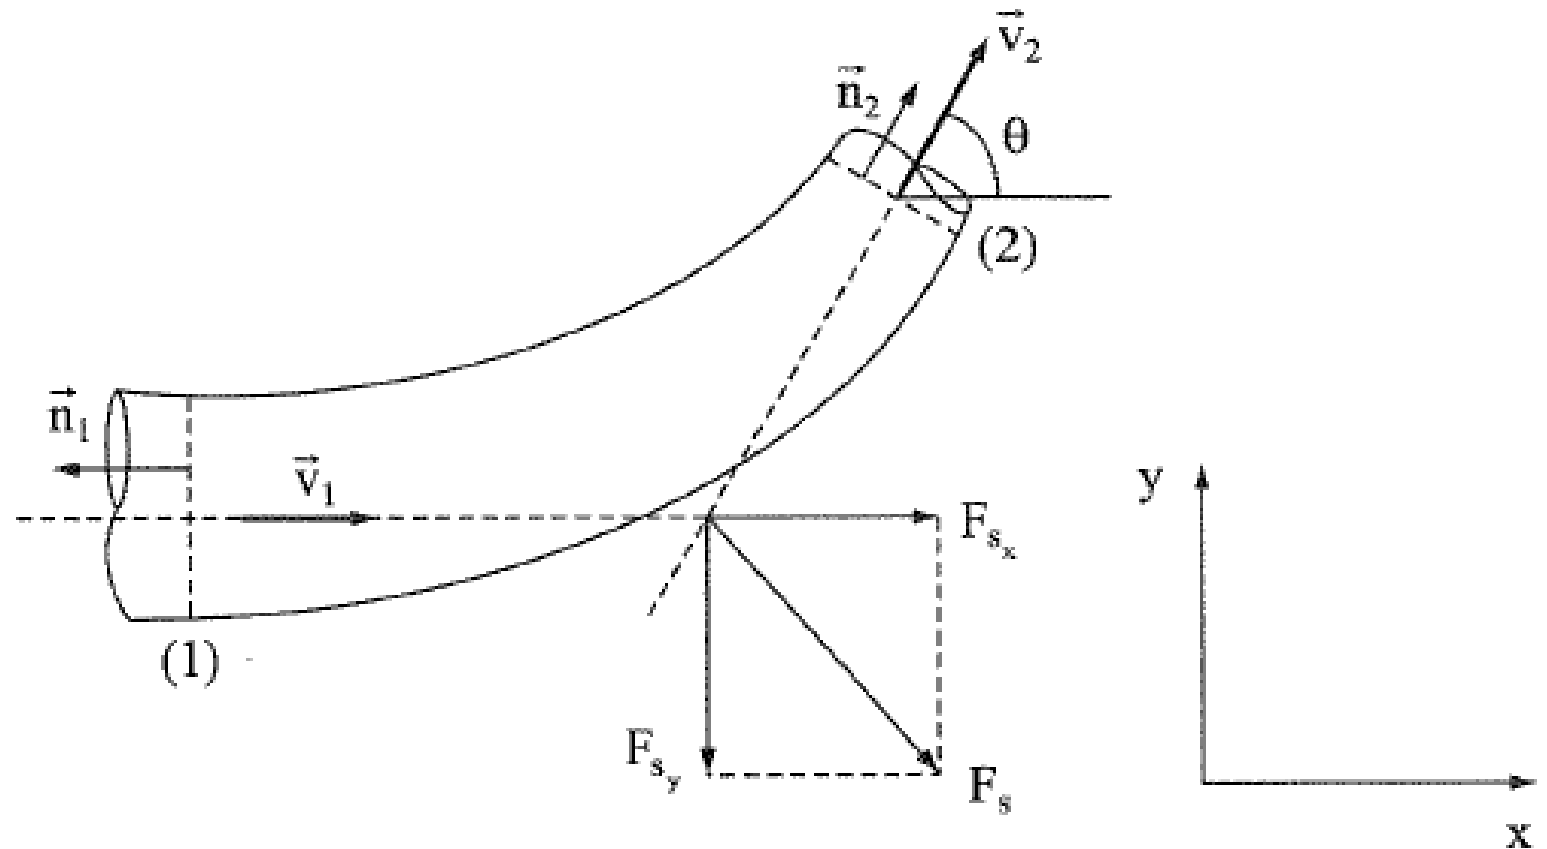

Figura 4
- Consideremos a seguinte Figura 4: